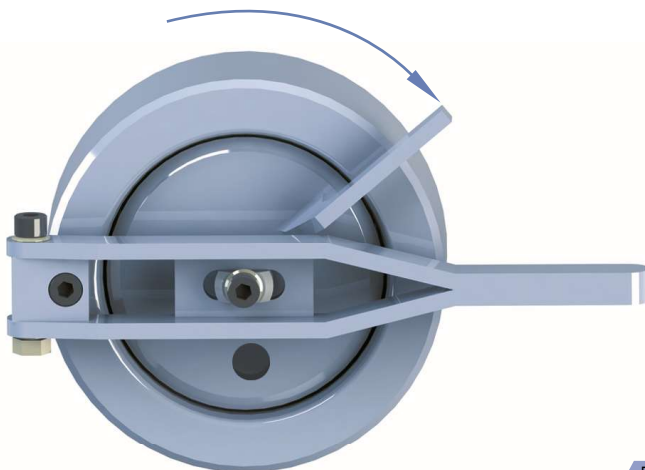

Fig. 8
f. Girar la palanca del sistema de apertura en sentido horario hasta que el agujero del disco del Sistema de Apertura y del Tapon queden concéntricos (garantizando el correcto recorrido de los sectores). Ver fig. 8.